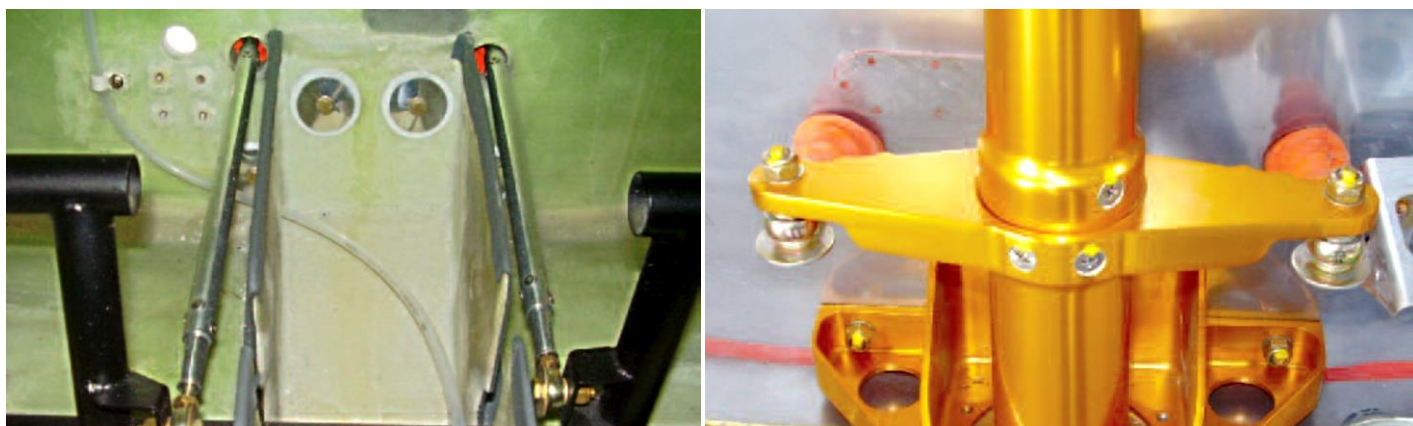

Figura 27.20.17 – Tubos de comando da Bequilha.
10. Remover as porcas dos terminais rotulares mostrados na figura 27.20.17. Utilizar duas chaves combinadas de 3/8", sendo uma com catraca.